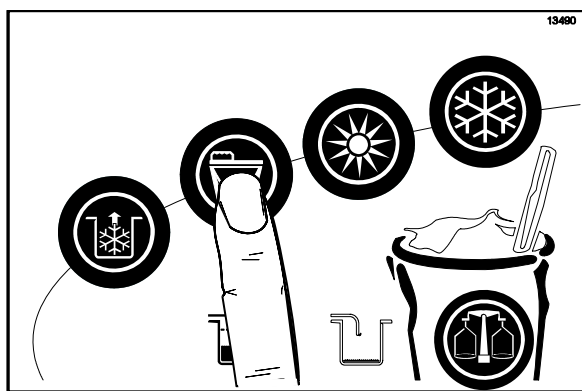

Рисунок 158
11. Нажмите на символ  (ПРОМЫВКА). Это действие заставит дезинфицирующий раствор в морозильном цилиндре промывать все участки морозильного цилиндра. (См. рис. 158)